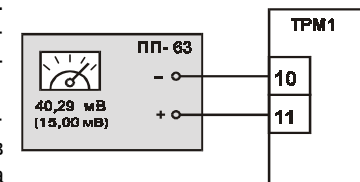

Рис. 3
3.1. Подключить к входу прибора вместо термопары потенциометр постоянного тока ПП-63 классом точности 0,05, соблюдая полярность (рис. 3). Установить выходной сигнал на потенциометре равным 40,29 мВ или 15,00 мВ в зависимости от типа используемой термопары (см. табл. 1).